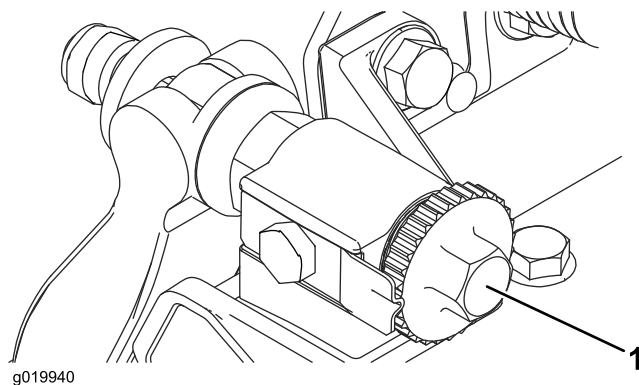

Figura 8
1. Coloque la unidad de corte en una superficie de trabajo plana y nivelada. Gire los tornillos de ajuste de la barra de asiento en el sentido contrario a las agujas del reloj para asegurarse de que la barra no esté en contacto con el molinete (Figura 8).